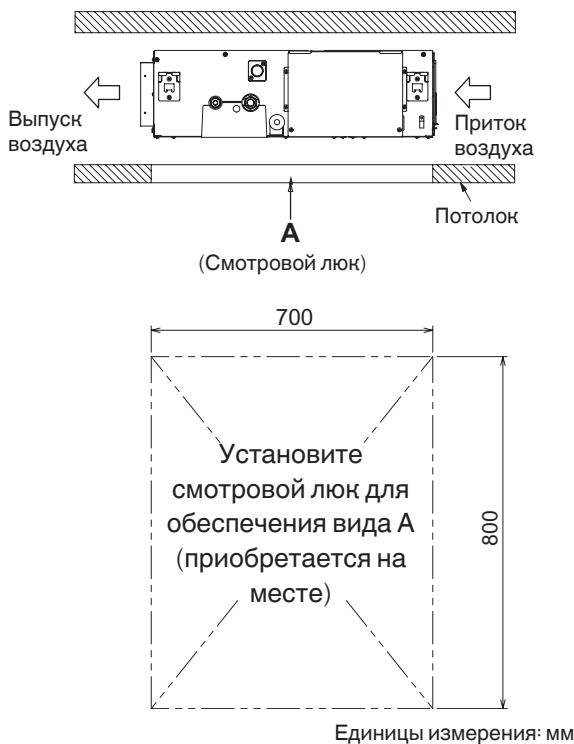

Рис. 3-3
- Проверьте соотношения положений между блоком и подвесными болтами. (Рис. 3-3)